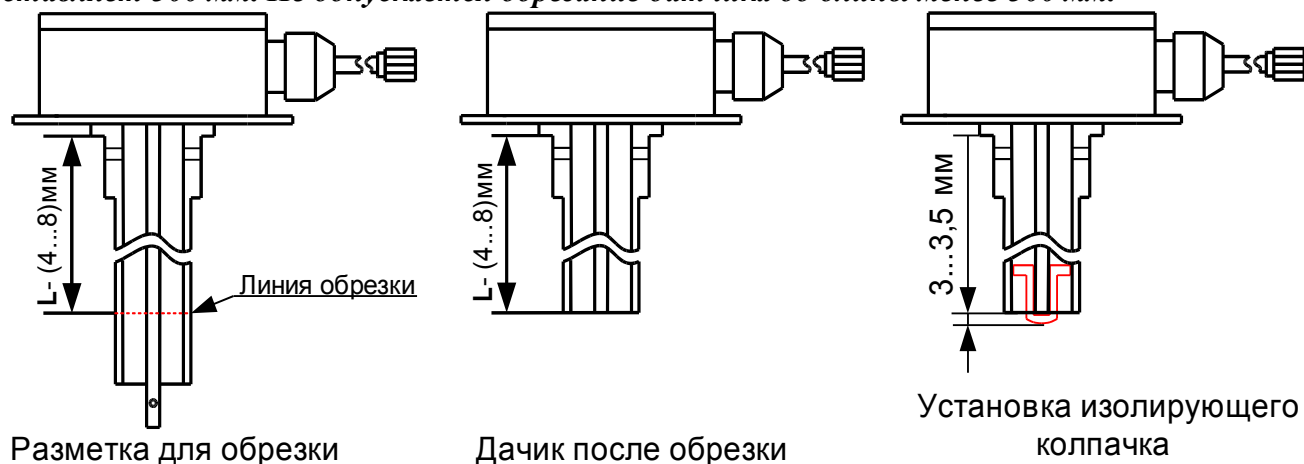

Рис.4 Разметка для обрезки, обрезка датчика до требуемой длины и установка изолирующего колпачка.
Последовательность разметки, обрезки датчика до требуемой длины и установка изолирующего колпачка приведена на рис.4.
- установить до упора изоляционный колпачок на центральный электрод датчика, **выдержав размер выступающей части колпачка не более 3,5 мм** в соответствии с рис. 4 и убедиться, что щели колпачка не закрыты герметиком; ;